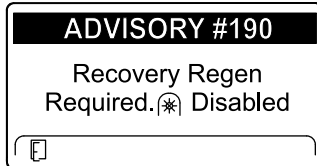

Bild 48
- Recovery regeneration required - power takeoff disabled ADVISORY #190 (Bild 48)